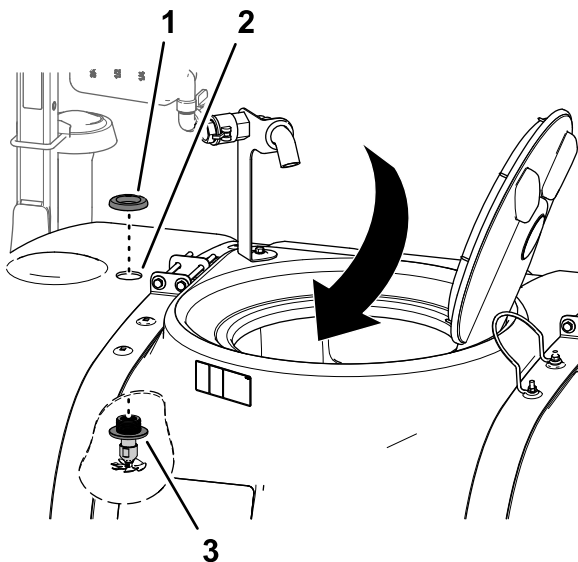

图22
3. 在喷洒药缸的前4.5cm孔处对另一个冲洗喷嘴组件重复步骤1至2图22。